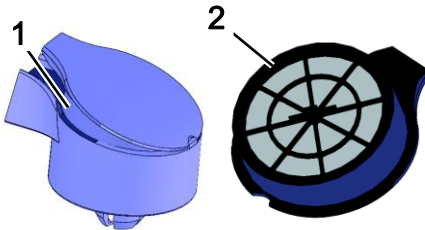

Abb. 20
7. Den Deckel (Abb. 20/1) vom Sekretflaschenanschluss abnehmen.
8. Prüfen, ob der Sekretfilter (Abb. 20/2) verschmutzt ist.